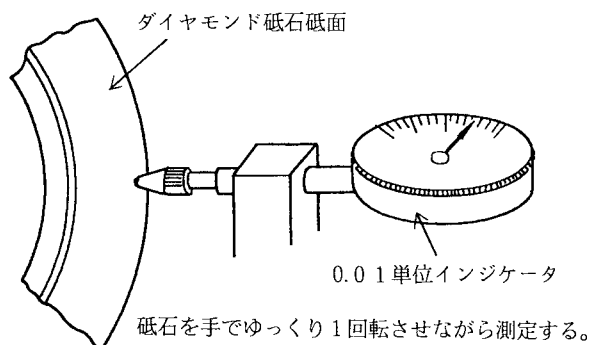

図1-3 砥石の端面振れ測定方法
(1) 砥石の底面、取付け穴内周面および研削盤の砥石取付け面をウエス等できれいにし、砥石を取付ける。
(2) ダイヤルゲージで砥石の端面振れを測定する (図1-3)。